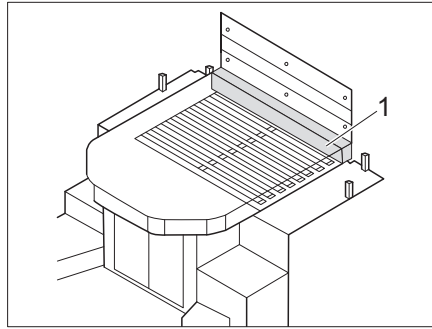

Fig. 180 Extensión de cama - variante 1
- Colocar el colchón adicional (Fig. 180,1) en la parte delantera de la cama tamaño queen.